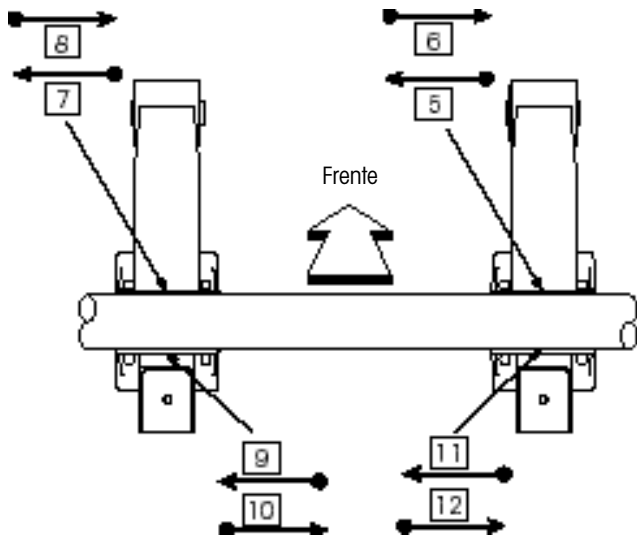

Figura 5c. Secuencia de segunda y tercera pasadas de soldadura
2. Continúe con la segunda y tercera pasada de soldadura después de las cuatro pasadas iniciales (Figura 5c).